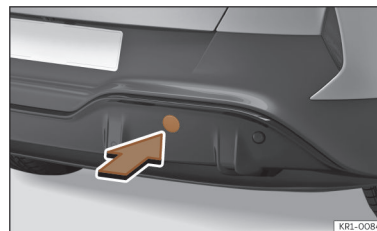

Fig. 189 No lado direito do para-choques traseiro: retirar a tampa.
O alojamento para a argola de reboque enroscável encontra-se na parte direita do para-choques traseiro, atrás de uma tampa >>> **Fig. 189**.
- Pressione a zona superior da tampa >>> **Fig. 189** para desencaixá-la.